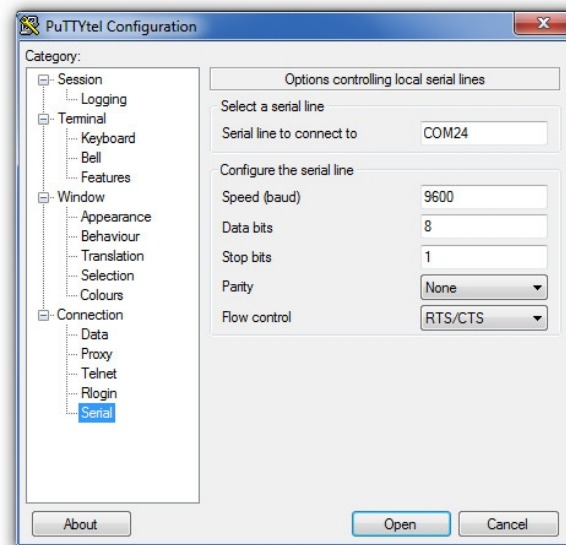

Abbildung 2.2: Einstellungen für Puttytel
**Puttytel** kann per Doppelklick gestartet werden, woraufhin man zu einem Startbildschirm gelangt. Man wählt in der linken Spalte unten links „Serial“ und stellt die Parameter – analog zur Konfiguration des COM-Ports nach Tabelle 2.1 – wie in Abbildung 2.2 ein, ehe man die serielle Verbindung per Klick auf „Open“ startet. Vor dem Start der Verbindung sollte man das verbundene Device mit Strom versorgen.